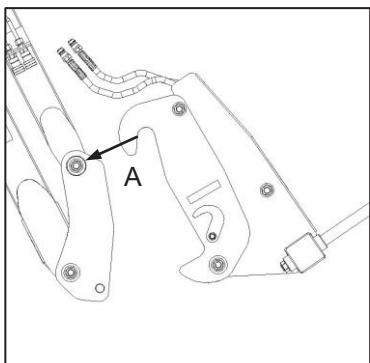

Fig. 5
- ✓ Hook the chosen attachment on to the upper support bar of the boom front mounting bracket (Fig. 5-A).
- ✓ Haak die gekose hegstuk aan die boonste steunbalk van die voorste balkmonteresteunstuk (Fig. 5-A).